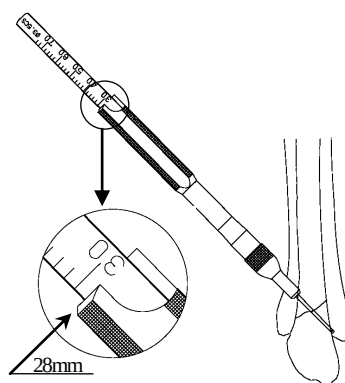
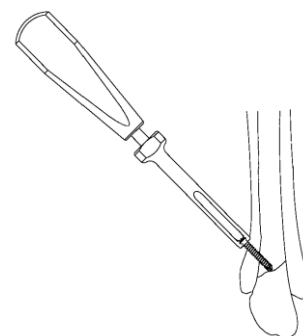

図6-3
図6-4
③3.5 コーティカル（S）用デプスゲージで計測し（図6-3）、選択した長さの3.5 コーティカルスクリュー（S）を挿入します（図6-4）。